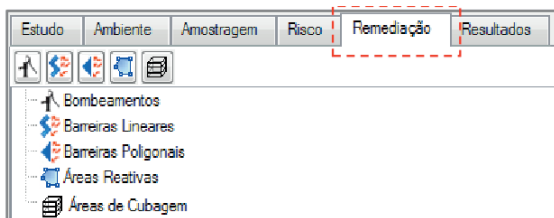

Figura 2.122 Módulo Remediação.
O módulo **Remediação** tem como objetivo a simulação das principais tecnologias de remediação sobre as áreas impactadas, e auxiliar o usuário na tomada de decisão sobre qual melhor técnica. Este módulo consiste em cinco (05) possíveis técnicas que podem ser utilizadas: **Bombeamentos**, **Barreiras Lineares**, **Barreiras Poligonais**, **Áreas Reativas** e **Áreas de Cubagem** (Figura 2.122).